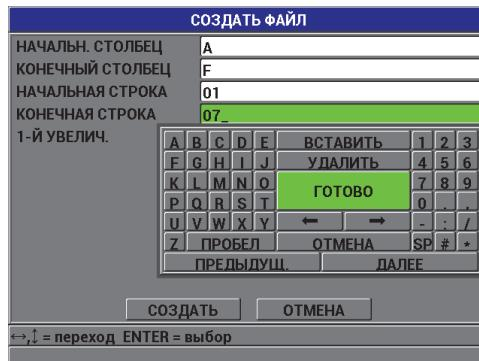

Рис. 7-7 Конфигурация диапазона ИД для 2D сетки
6. На второй странице окна **СОЗДАТЬ** (см. Рис. 7-7 на стр. 132):